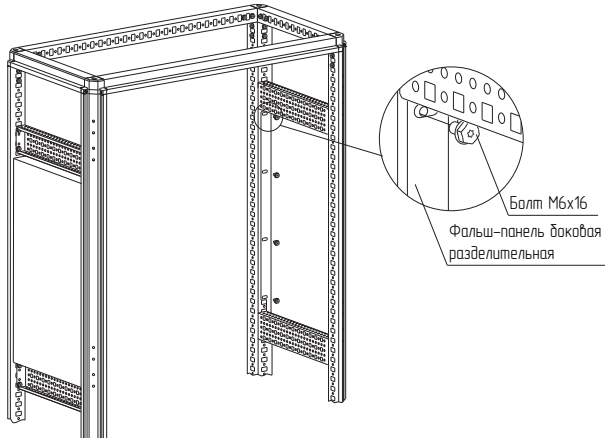

Рисунок 43
- вариант 1. Болтами М6х 16 (рисунок 43). Момент затяжки – 7 Н·м. Болты приобрести отдельно;